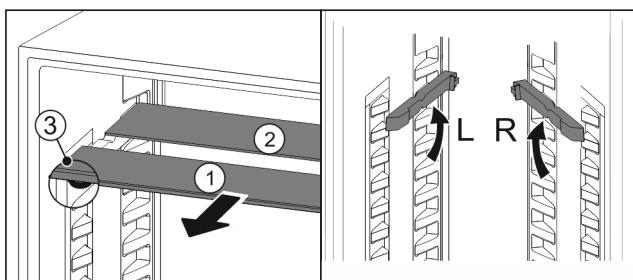

Fig. 102
- Steklene plošče posamično izvlecite Fig. 102 (1) naprej.
- ▷ Steklена plošča Fig. 102 (1) z okrasno letvijo je spredaj.
- ▷ Zaustavljalniki Fig. 102 (3) so obrnjeni navzdol.